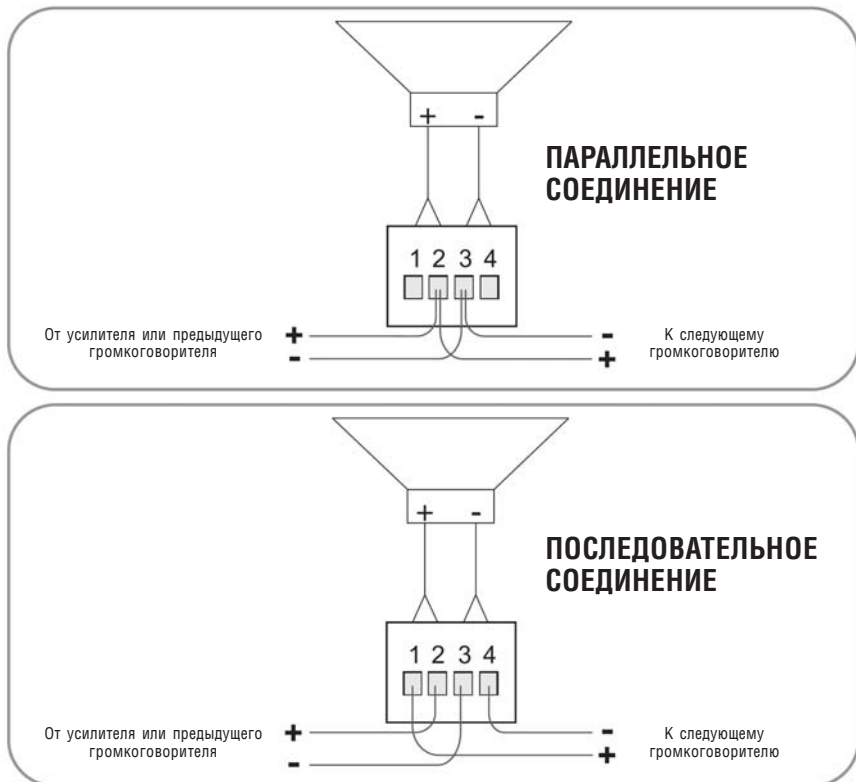

Рис. 3. Схема подключения громкоговорителей
- 4 Подключите кабели к громкоговорителю¹ и крепко затяните винты на клеммах маленькой отвёрткой. Подключение можно выполнить двумя способами, как показано на рис. 3.